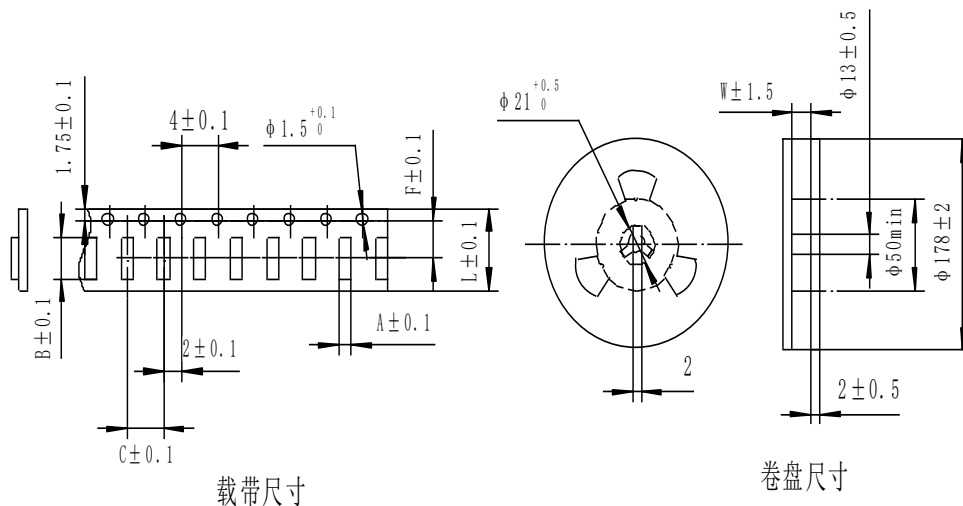
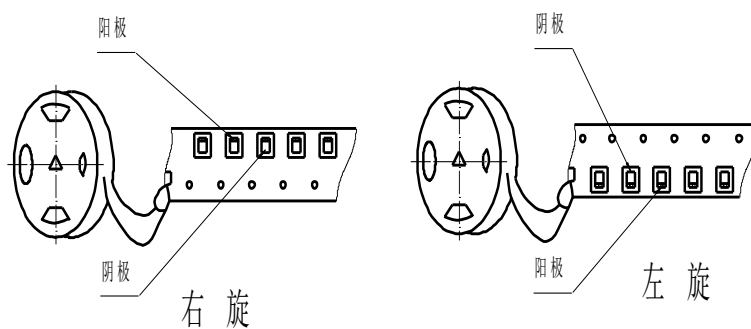

图 3 编带尺寸
图4 编带卷绕方向
7.1 产品编带的尺寸及卷绕方向：见图 3、图 4、表 5、表 6。